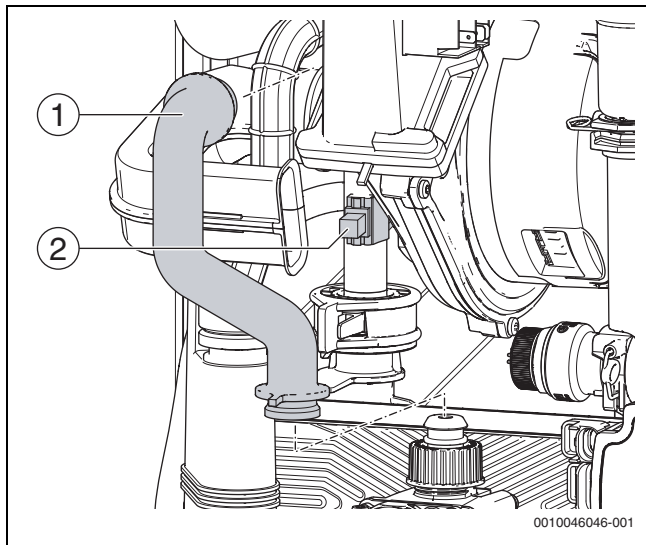

Fig. 149 Remplacer les NTC sur le tuyau de retour
- Placer les nouveaux NTC sur la surface plate du tuyau de départ (à proximité de l'entrée de l'échangeur thermique (→ Fig. 149) (position → Chapitre 15.11, page 47).